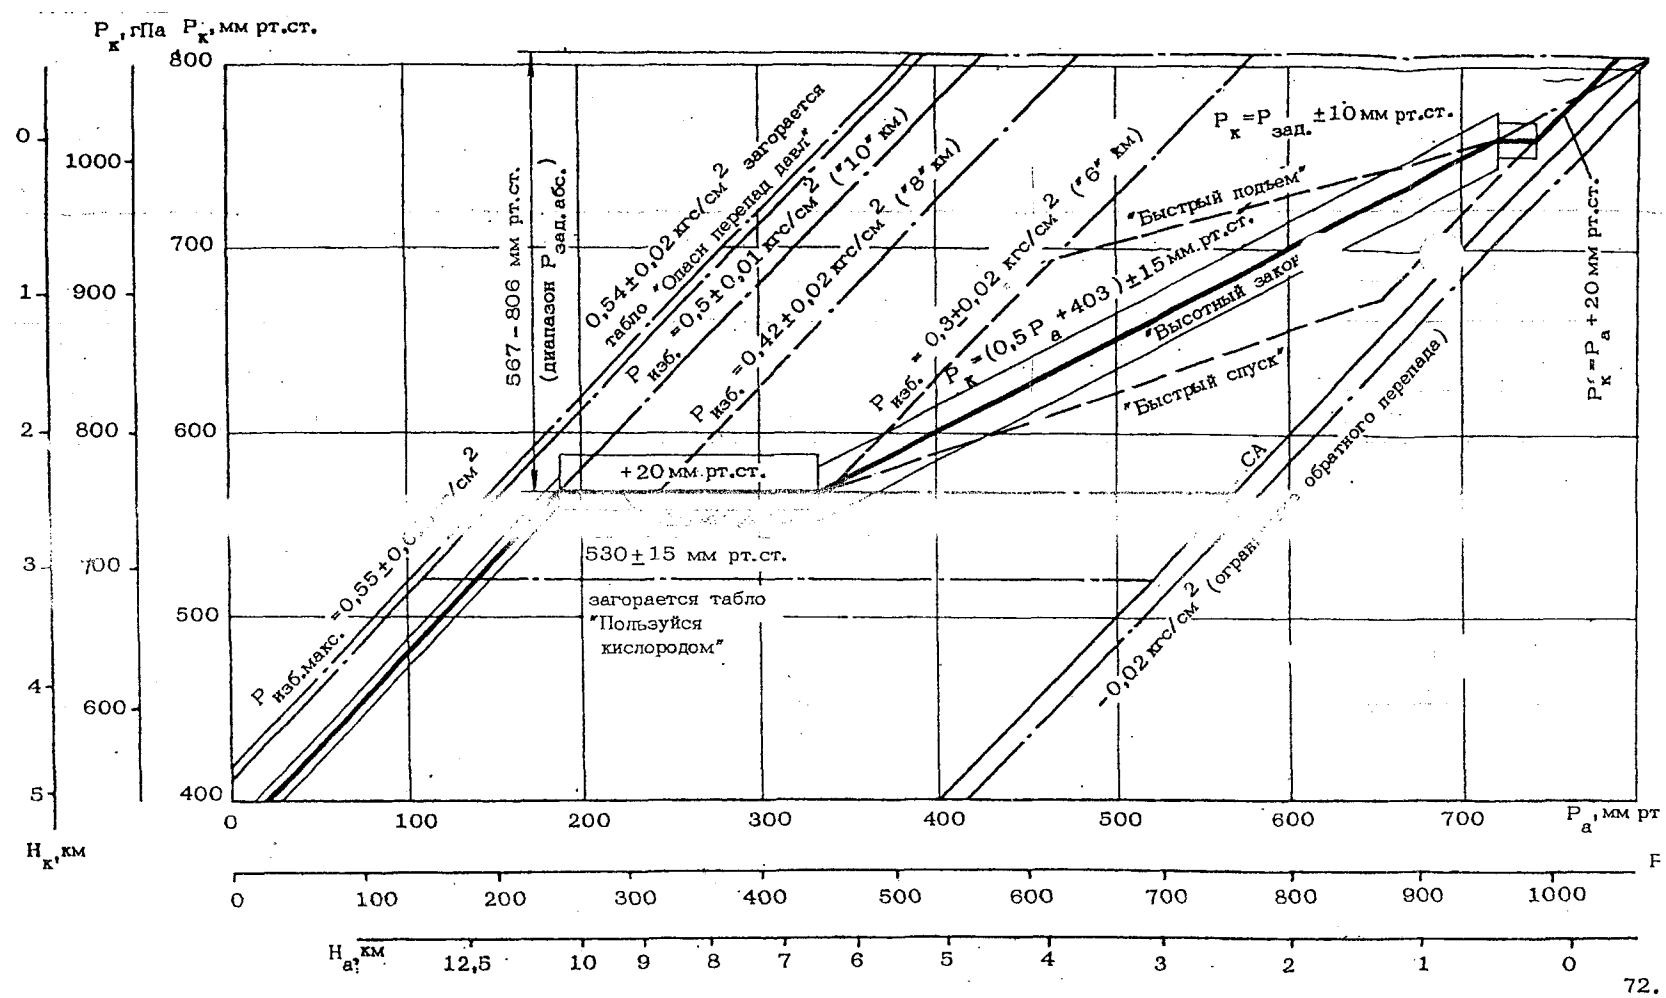

РИС. 4. ГРАФИК ИЗМЕНЕНИЯ ДАВЛЕНИЯ В КАБИНАХ
- автоматического регулирования давления в гермокабине (с ручным переключением на резервную систему). График изменения давления в кабинах показан на рис. 4;